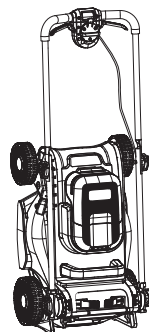

Fig. 24
- Guarde el cortacésped en horizontal o en vertical (Fig. 24).